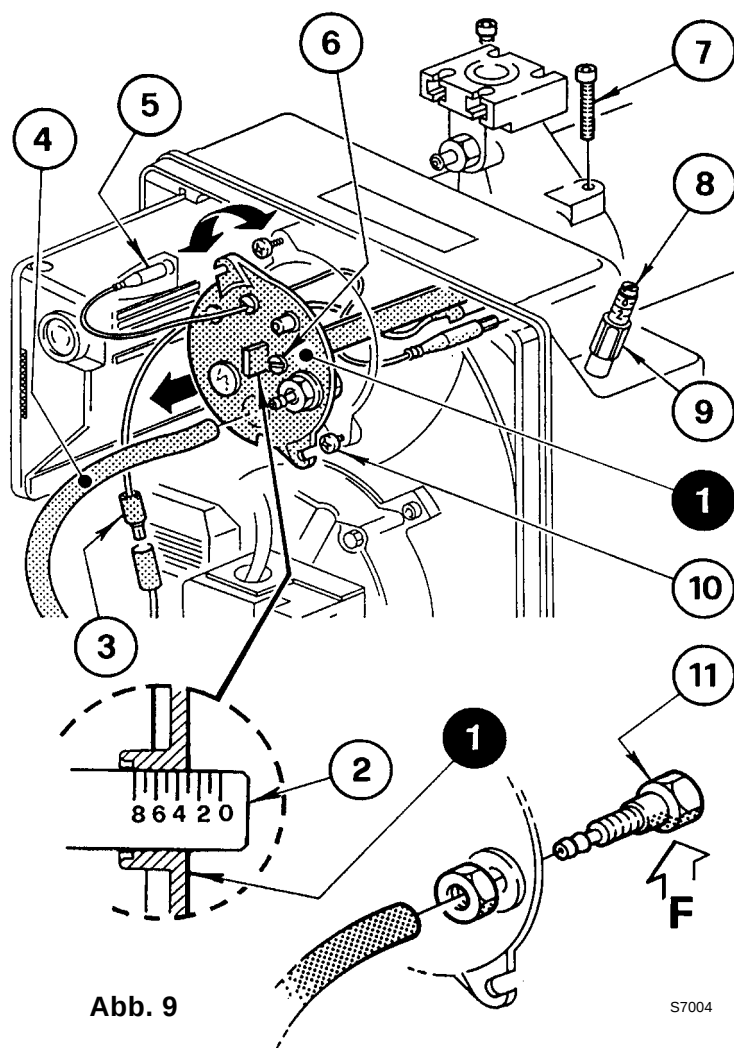

Abb. 9
4.2 BRENNERKOPFEINSTELLUNG, (siehe Abb. 9)
Sie wird ausgeführt, indem man die Stellschraube (6) im oder gegen den Uhrzeigersinn dreht, bis die auf der Einstellspindel (2) markierte Raste mit der äußeren Kante am Kopf (1) übereinstimmt. In Abbildung 9 ist die Einstellspindel des Kopfes auf Raste 3 eingestellt.
- Die Schrauben (7) bis zum Anschlag anschrauben (*aber nicht befestigen*), diese dann mit einem Anziehmoment von 3 – 4 Nm befestigen.
- Sollte sich der Druckanschluss (11) zufällig lockern, muss dieser richtig befestigt werden, wobei sicher zu stellen ist, dass das Loch (F) an der inneren Seite des Kopfblocks (1) nach unten gerichtet ist.
4.3 LUFTKLAPPENEINSTELLUNG, (siehe Abb. 9, Seite 9)